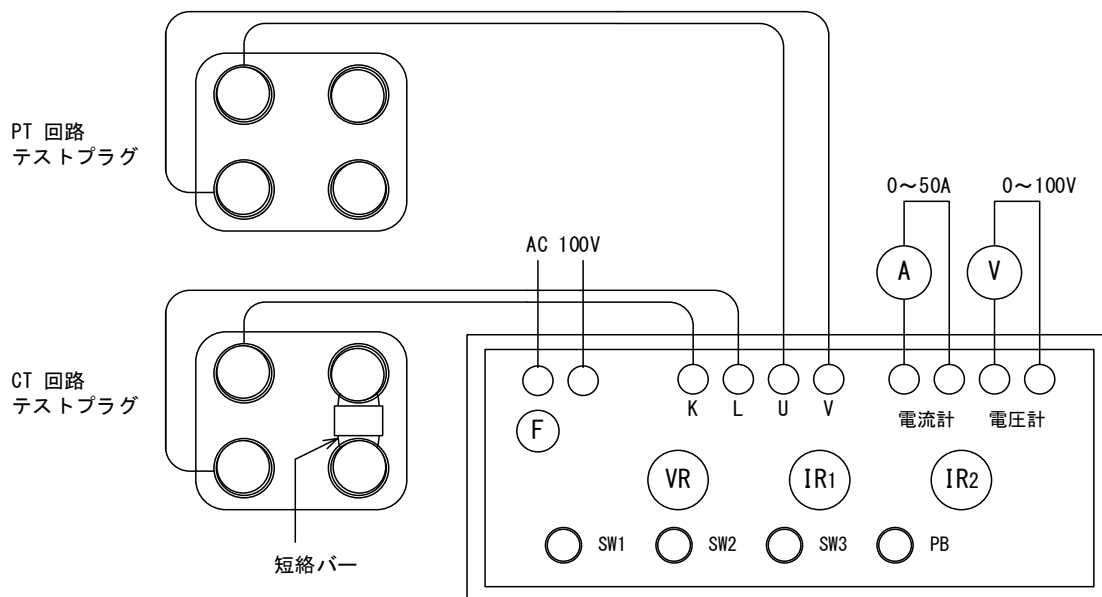

図 13. 虚負荷試験回路図
1. 電線の停電後、テストプラグおよび電圧・電流の発生機能を備えた試験器を用い、図13に準じて試験回路を構成します（図13の試験器は便利な構造のものを当社で別途販売しています）。以下の記述は、ATロケータが標準的構成となっているものとしています。
事故判別でF-R故障表示の試験を実施する場合は、図13の虚負荷試験回路でK、Lの極性を反転してください。
2. 表17の試験方法は図13の試験器を用いた場合のものです。
1. 図13の虚負荷試験回路を構成しておき、電圧・電流の条件を表17の「外部起動」に準じて整定します（電圧52V以上、電流2A）。